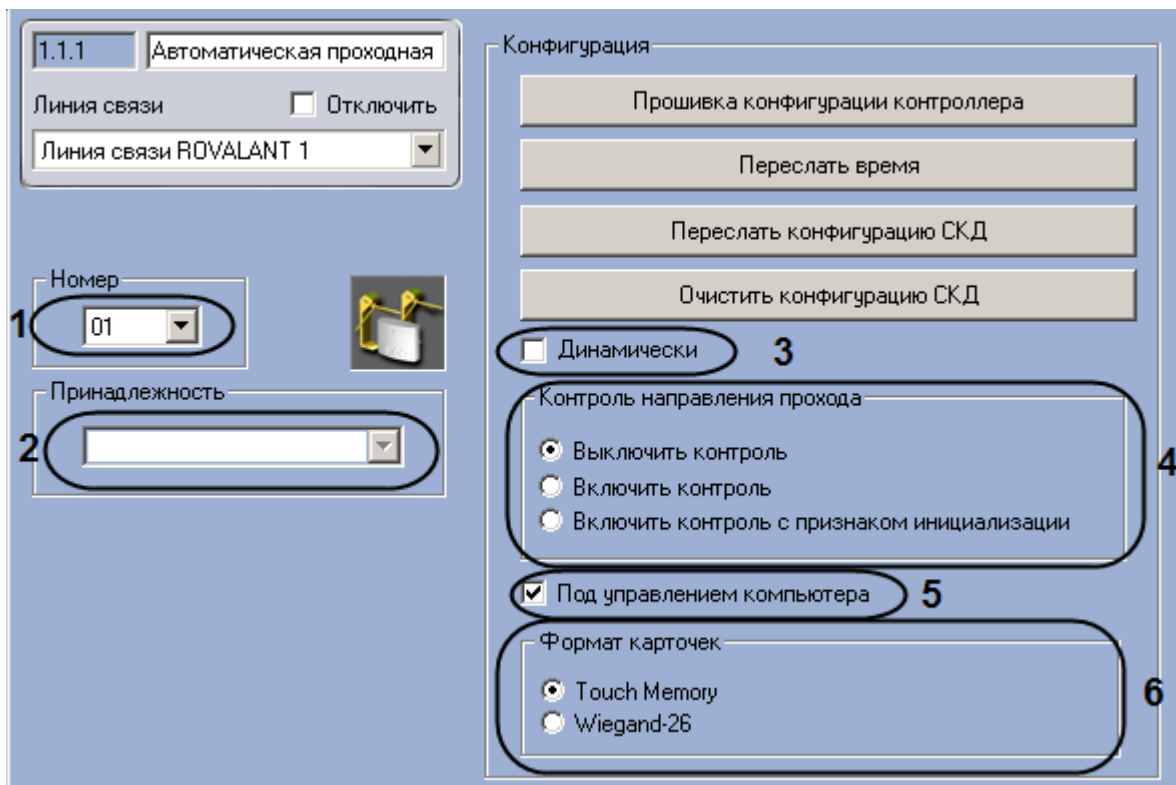

Рис. 3.4—4. Настройка автоматической проходной
2. Выбрать аппаратный адрес автоматической проходной из раскрывающегося списка **Номер** (см. Рис. 3.4—4, **1**).
3. Выбрать объект **Сектор объекта охраны**, к которому относится данная автоматическая проходная, из раскрывающегося списка **Принадлежность** (см. Рис. 3.4—4, **2**).